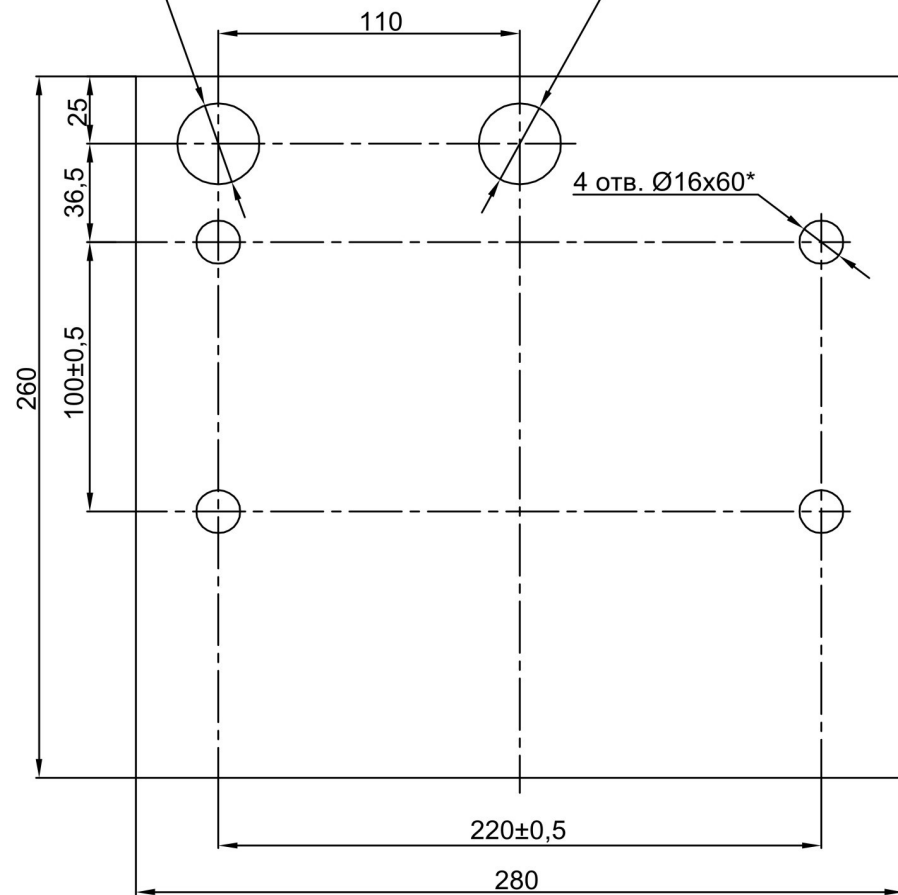

Рис. 5 Разметка отверстий в полу под крепление стойки турникета и ввод кабеля
9.3.2. Подготовьте в полу отверстия под гильзы анкеров (16) (см. рис. 1). Разметка отверстий в полу для крепления стойки турникета (1) и на стене для крепления блока управления (3) должна соответствовать рис. 5 и 6.
9.3.3. Вставьте гильзы анкеров в эти отверстия так, чтобы они не выступали над поверхностью пола. Установите стойку и закрепите её болтами (16). Установите заглушки (5).
При необходимости прокладки кабеля (7) стойки турникета под поверхностью пола, подготовьте в полу отверстие, соответствующее месту ввода кабеля стойки турникета (7) и кабеля питания системы подогрева с терморегуляцией (19) (вариант 1 или 2 на рис. 5) и выполните кабельные каналы.